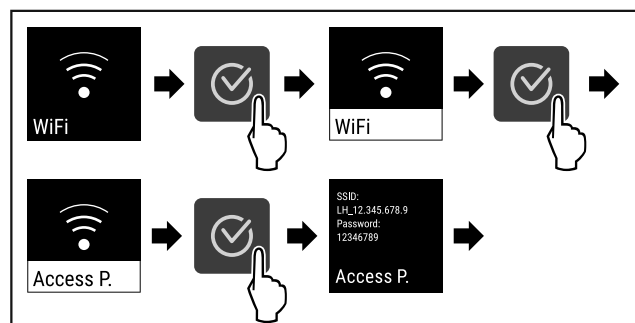

Fig. 84
- ▶ Изпълнете стъпките (виж Fig. 84).